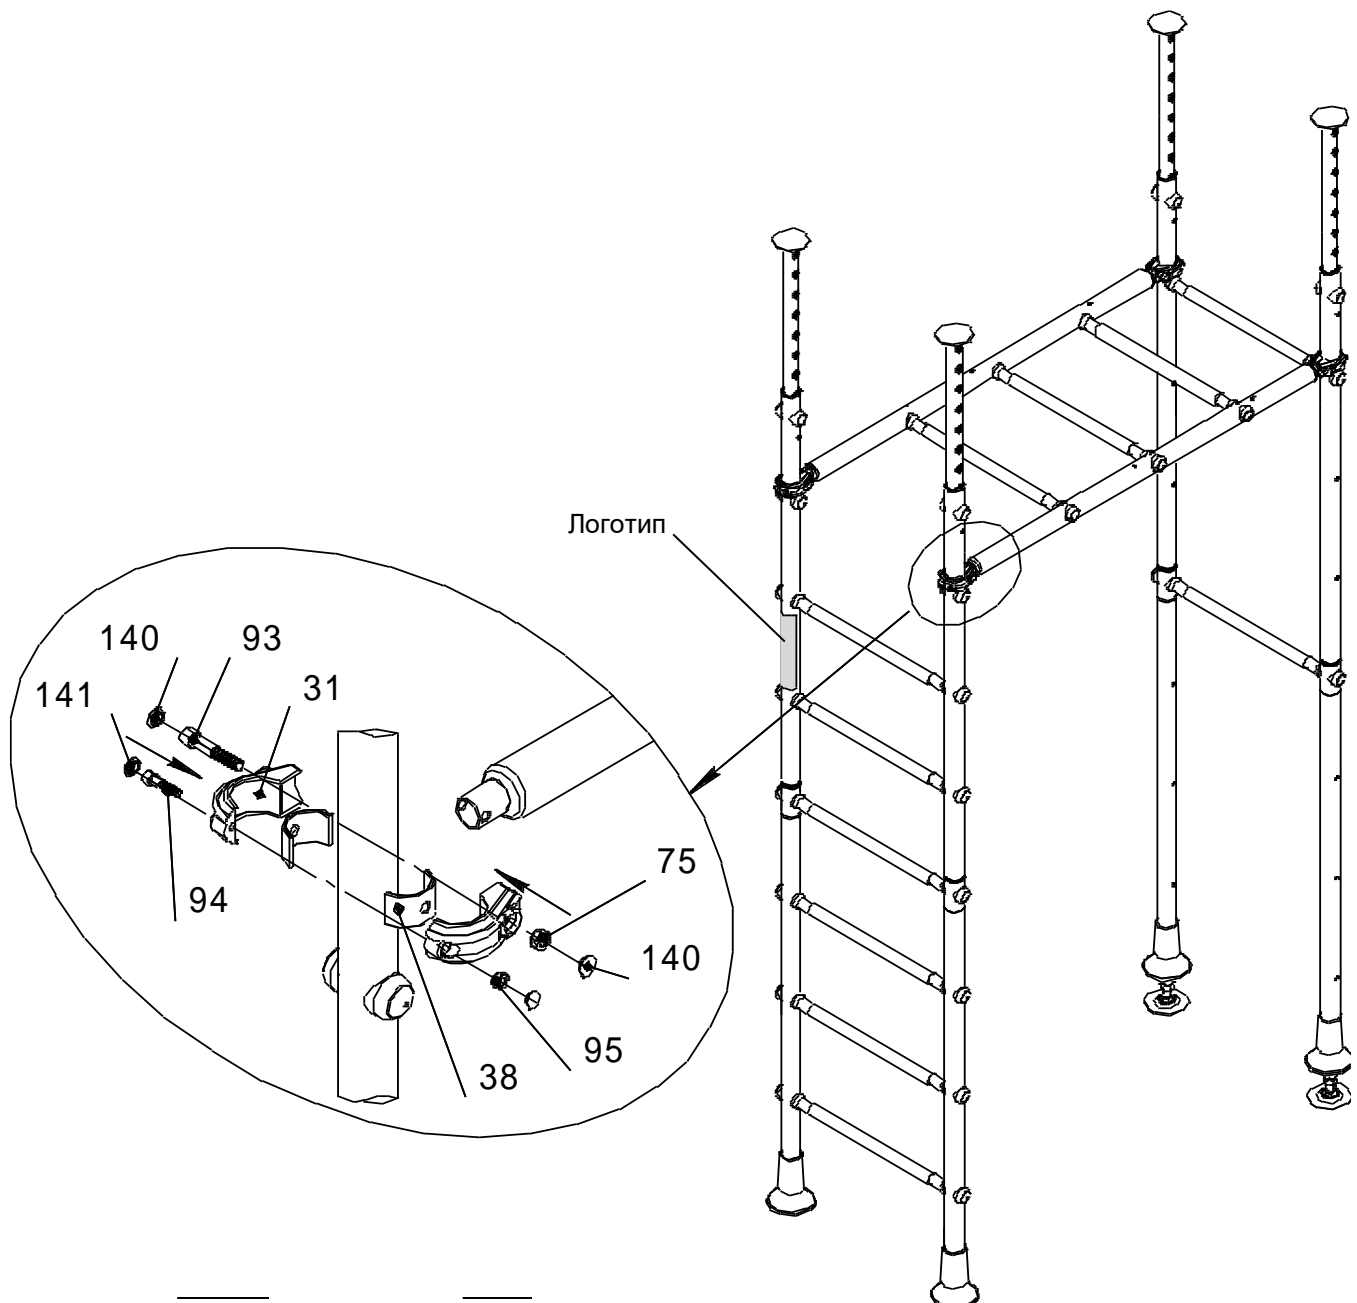

Рис.8
8.5.8 Установить стойки и закрепить рукоход (рис.8).
- V. Закрепить рукоход, туго затянув винты поз.93, затем поз.94 на 3...4 оборота. При этом зазор между хомутами **не выбирается!** Установить заглушки поз. 140; 141 (см. рис.8).